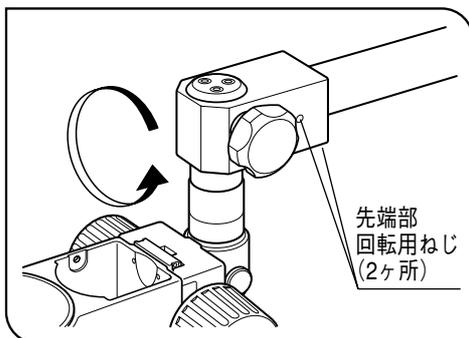

図 9
- 5) 水平アーム先端部のねじ(2ヶ所)を付属の六角レンチでゆるめることにより水平アームに対して先端部を回転させることができます。(図9)